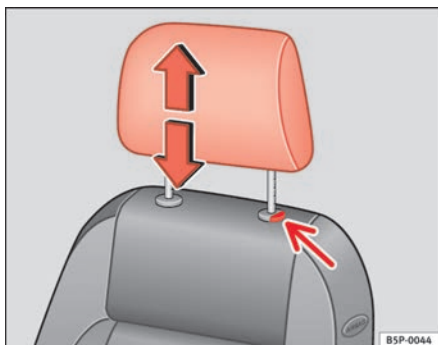

Fig. 74 Ajuste o desmontaje del apoyacabezas
- Pulse la tecla ⇒ fig. 74(flecha).